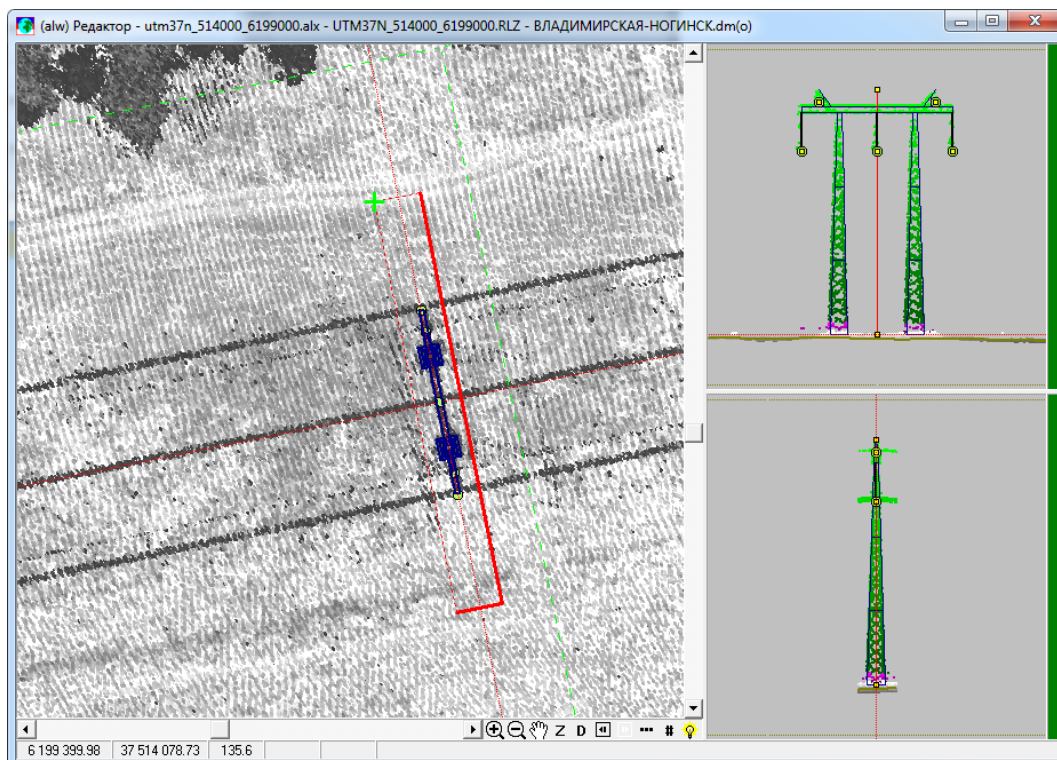

Рис. 27 Привязанная к ТЛС модель опоры
4. Установить более точно опору во всех окнах по точкам лазерного сканирования, наклон опоры в каждом профильном окне и ориентацию опоры в плане (функция *.mov* на вкладке «Точки» в инструментальной панели главного окна). В профильных окнах редактирование объектов происходит без выбора команды на панели инструментов. Чтобы переместить опору по высоте необходимо выделить объект и перемещать точку основания опоры. Наклон опоры выполняется при перемещении верхней точки вектора наклона. При перемещении точек подвеса, нажать кнопку CTRL, чтобы вместе с ней переместились изолятор, шлейф, провод (Рис. 27):